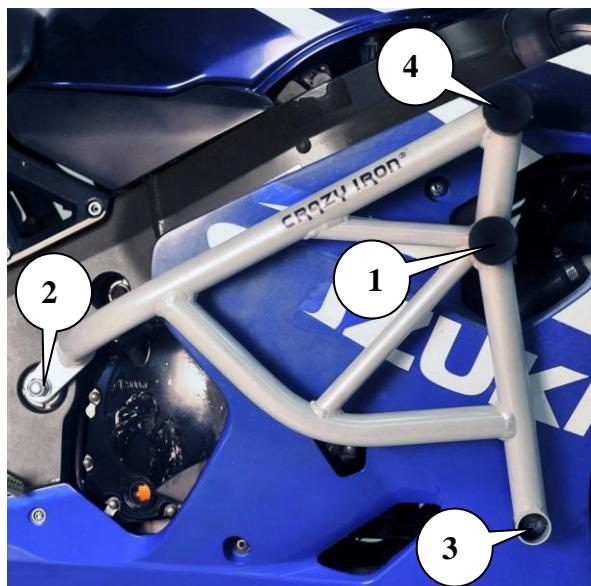

Рис.1. Установленная клетка вид справа
5. Приложите правую половину клетки к точкам крепления правой стороны №1 и №2 (как это показано на рис.1).
7. Совместите крепежные отверстия на мотоцикле с монтажным отверстием в клетке точки №2 (см. рис.1) на правой стороне мотоцикла. Клетка при этом предварительно зафиксирована в точке №1. Используйте алюминиевую проставочную втулку, которая должна быть установлена между ухом клетки и монтажной точкой на правой стороне мотоцикла.